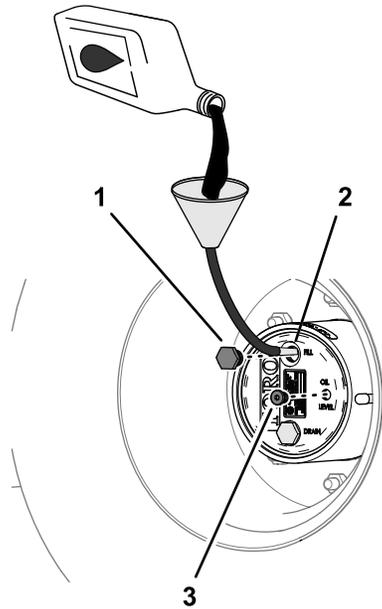

Рисунок 88
масло указанного типа, пока оно не начнет выливаться из контрольного отверстия (Рисунок 88); см. раздел Характеристики масла в планетарной передаче (страница 77).
6. Поставьте пробку заливного отверстия и пробку контрольного отверстия на свои места (Рисунок 88).
1. Через заливное отверстие медленно долейте трансмиссионное масло указанного типа; см. Рисунок 88 в разделе Проверка масла в планетарной передаче \(страница 77\).
3. Установите на место пробку заливного отверстия и пробку контрольного отверстия, см. Рисунок 88 в разделе Проверка масла в планетарной передаче \(страница 77\).